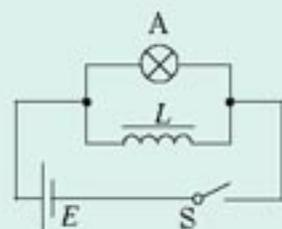

图4.6-4 开关断开时观察灯泡的亮度
按图 4.6-4 连接电路。先闭合开关使灯泡发光，然后断开开关。注意观察开关断开时灯泡的亮度。
2. 将线圈 L 与电阻 R 并联后接到电池的两端（电路与图 4.6-4 相仿），可以看到，开关断开前后通过电阻 R 的电流方向不同。
磁场的能量 在图 4.6-4 的实验中，开关断开后，灯泡的发光还能维持一小段时间，有时甚至会比开关断开之前更亮。这时灯泡的能量是从哪里来的？